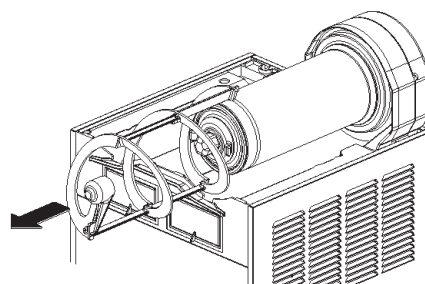

figura 8
- 3 Desenfilarse del evaporador el rascador exterior (ver figura 8)